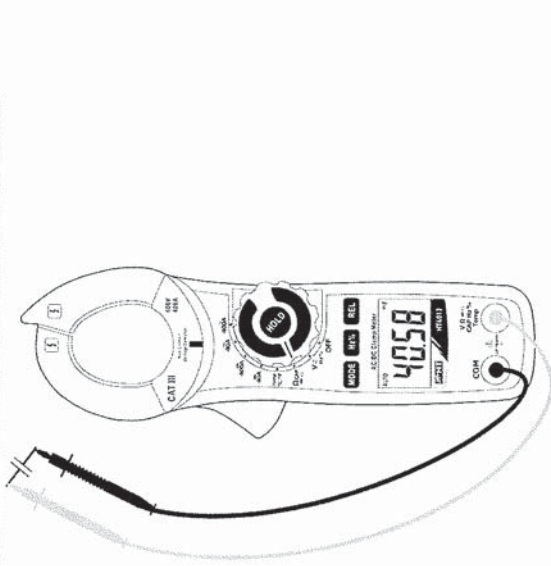

Fig. 6 : Utilisation de la pince pour mesure de capacité
4. Positionner les embouts sur les points désirés du circuit sous test (Fig. 6). La valeur de capacité sera affichée à l'écran.